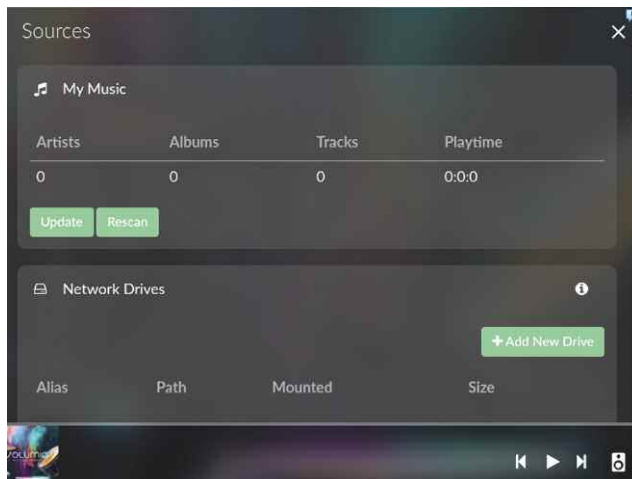
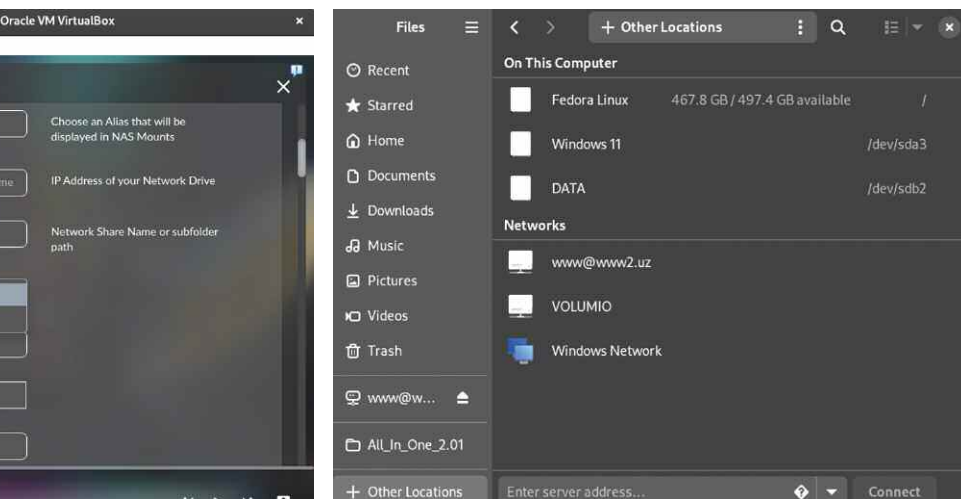
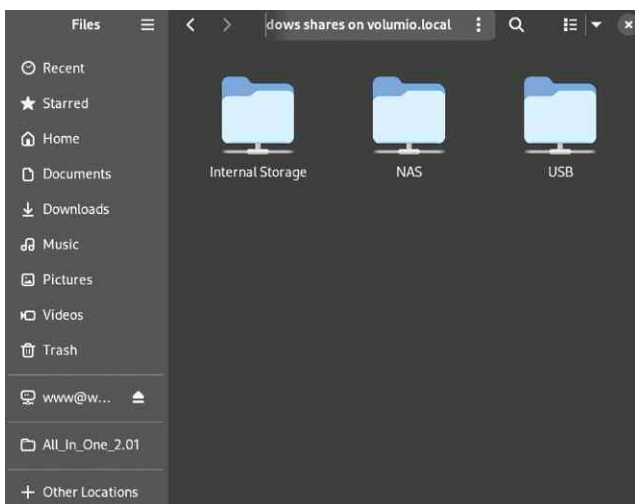

Рис. 27
Рис. 39
Рис. 40
В пункте меню **Sources** доступна медиатека **My Music**, расположенная на локальных и сетевых дисках, с возможностью её обновления, сканирования носителей и добавления сетевых дисков (рис. 27). Здесь же обеспечивается доступ к дополнительным функциям UPNP Renderer, DLNA Browser, включение
брос" физического USB-накопителя в виртуальную машину. Предварительно следует размонтировать накопитель в ОС хоста и через панель инструментов окна запущенного экземпляра виртуальной машины подключить его к гостевой ОС. С этой же целью можно воспользоваться пунктом меню **Devices → USB**. Однако наиболее простой, удобный и универсальный метод состоит в подключении сетевых дисков, что позволяет также освободить дополнительный USB-порт. Во-первых, при запуске Volumio самостоятельно сканирует сеть на наличие имеющихся сетевых хранилищ. При необходимости локальный или удалённый сетевой диск можно добавить вручную через меню настроек **Volumio — Sources — Network Drives — Add New Drive** (см. рис. 27). Через дополнительные опции поддерживаются протоколы обмена данными cifs и nfs, а также авторизация (рис. 38). Во-вторых, Volumio создаёт собственные сетевые ресурсы, которые автоматически становятся доступны в ОС хоста (рис. 39). Это элементы Internal Storage, NAS и USB узла VOLUMIO (рис. 40). Файлы можно добавлять в любой из них простым копированием. Однако общий объём этих ресурсов сравнительно невелик, по умолчанию — около 180 Мб. Возможно также подключение к виртуальной машине образов дисков, как жёстких в форматах VMDK, VDI, VHD(X) и др., так и оптических (ISO, DMG, CUE, RAW). В данном случае под форматом CUE подразумевается стандартный образ CUE/BIN, и подключить к VM, например, образ CUE/FLAC не получится. Для конвертирования CUE/FLAC в образ стандартного диска для прожига можно воспользоваться утилитой CUECUE под ОС Windows [77]. Более широкие возможности для работы с форматом CUE/FLAC предоставляет пакет CUETools [78]. Обе программы распространяются на условиях свободной лицензирования GNU General Public License.